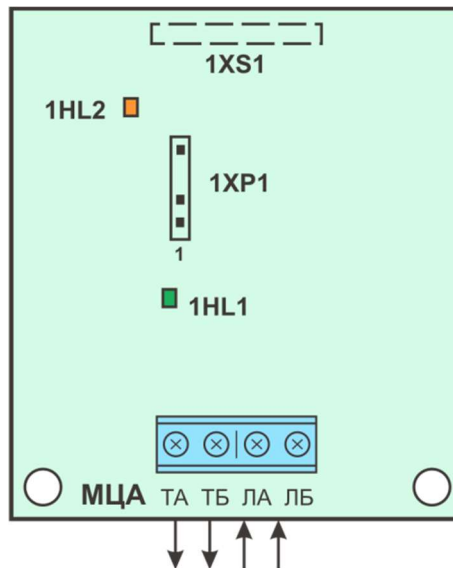

Рисунок 7.15 - Підключення входів та виходів МЦА
- Встановити плату комунікатора на плату БМК приладу, з'єднавши роз'єм 1XS1 комунікатора (рис. 7.15) зі з'єднувачем 3XP4 приладу (додаток Б, рис. Б.1) та зафіксувавши плати між собою тримачами.
Підключення входів та виходів МЦА наведена на рис. 7.15. Призначення клем та з'єднувачів МЦА наведено в таблиці 7.5.
¹ Виносні індикатори дублюють індикатори 1HL1 та 1HL2 рис. 7.15. В якості виносних індикаторів використовуються світлодіоди: катод (мінус) та анод (плюс).